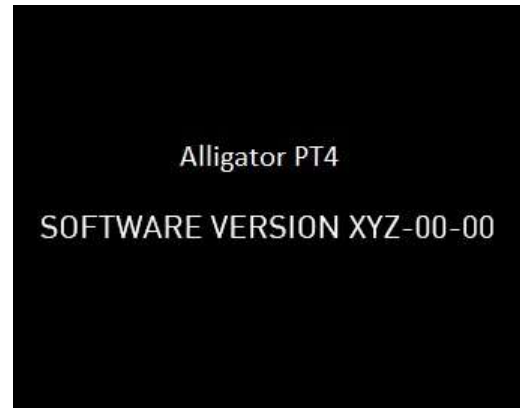

Abb. 1
- Die Software-Version und die geografische Zone werden angezeigt, siehe Abb. 1.